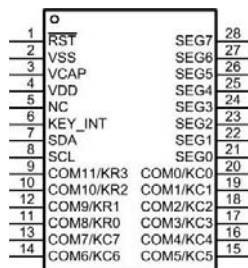

图 6.11 ZLG72128 管脚排列图
- 封装：TSSOP28，引脚排列详见图 6.11，引脚说明详见表 6.19。